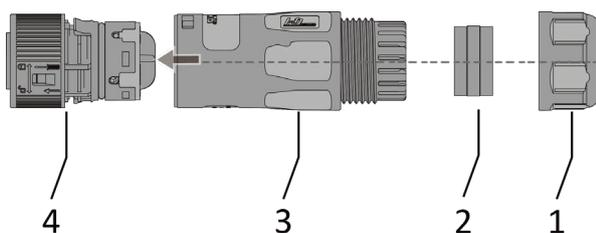

Abb. 14. Netzanschlusstecker
1. Beschreibung der Teile des AC-Steckers [siehe Abb. 14]